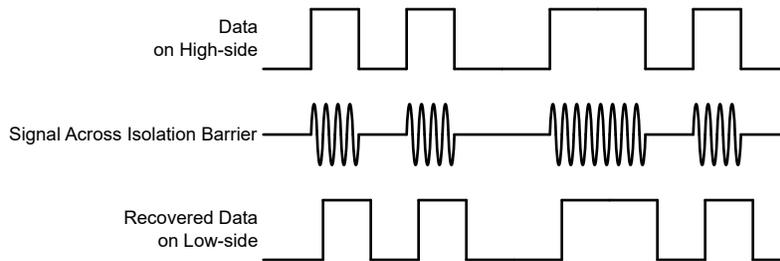

图 6-2. 基于 OOK 的调制方案
AMC23C10-Q1 使用开关键控 (OOK) 调制方案 (如图 6-2 所示), 跨过基于 SiO_2 的隔离栅来传输比较器输出状态。功能方框图所示发送驱动器 (TX) 跨过隔离栅发送一个内部生成的高频载波来表示数字一, 不发送信号则指示数字零。